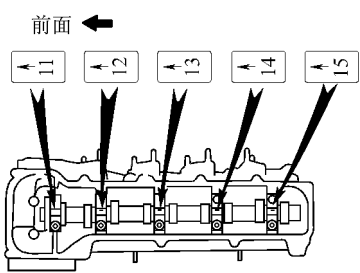

图 1-53 检查凸轮轴油隙
2) 装上轴承盖，安装时要按轴承盖上部的号码从前面开始依次排好，并且要使箭头朝前面，如图 1-53 所示。